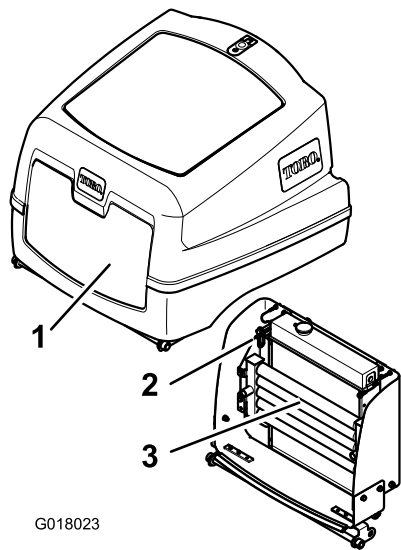

Figura 41
4. Sbloccate il fermo e aprite il coperchio del motore (Figura 41).